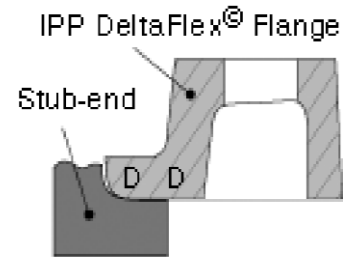

Fig.3
2. IPP Deltaflex® flange vist i snitt D–D (se Fig. 3) må være i full kontakt med øvre del av flenseutformingen gjennom hele flense sirkelen. Dette for å unngå skjev-montering som kan føre til lekkasje selv om det er kontakt på deler av flensesirkelen. Feilmontering kan føre til skade på flensen.